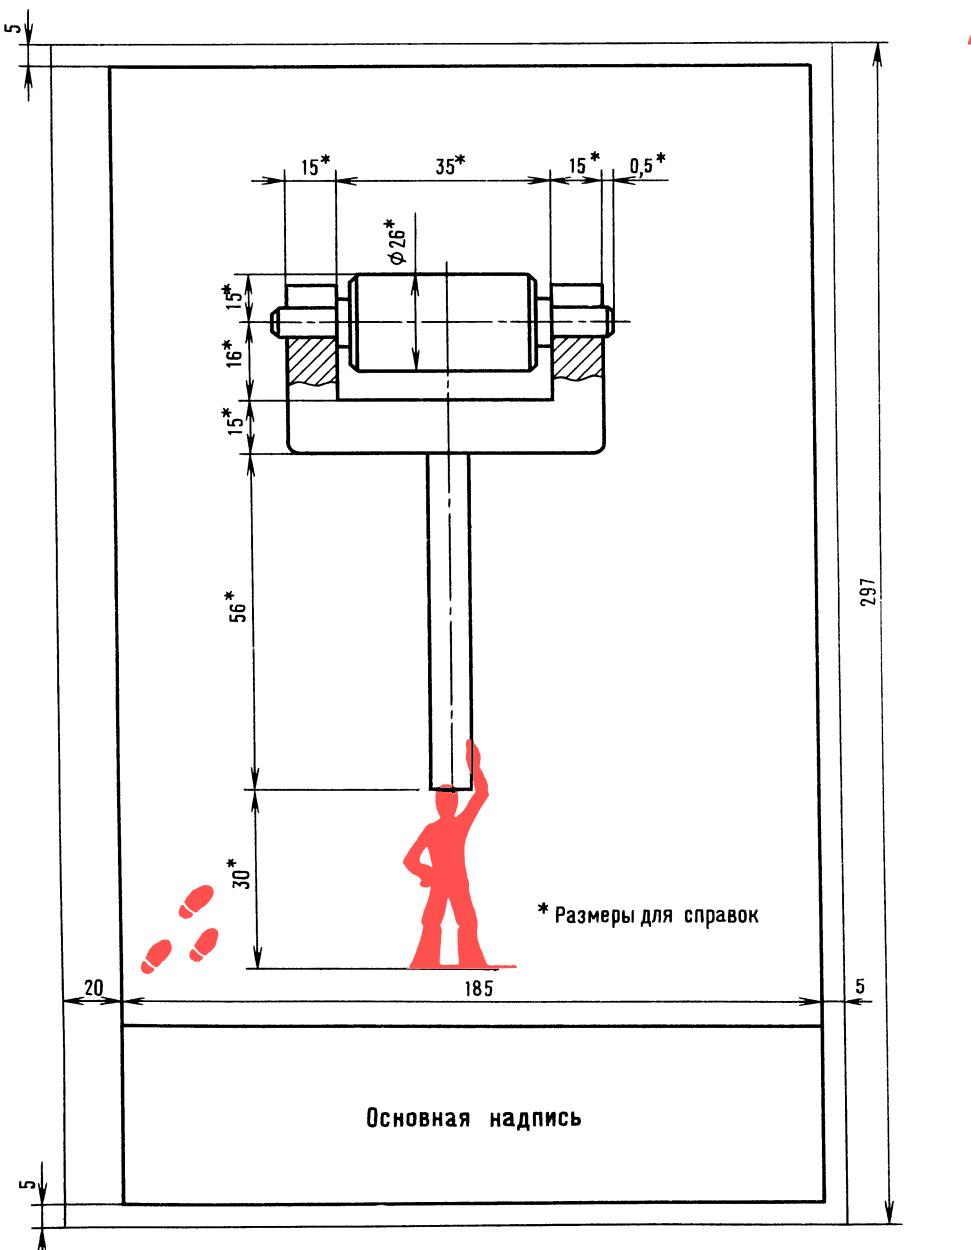

Рис. 34. Формат А4
Поля для всех форматов одинаковые — 20 и 5 (рис. 34).
Желательно, чтобы сборочные единицы содержали многократно просчитанные горизонтальные и вертикальные размерные цепочки, например, так, как это показано на рис. 34. Это позволит деталировщикам не подсчитывать и не снимать размеры с чертежа, а значит, исключаются дополнительные источники ошибок.
41. Определите, какой размер на чертеже лишний (см. рис. 34).
Если проставить размеры валика без учета конструкторской базы, а это в рассмотренном случае расстояние между проушинами кронштейна (см. рис. 34), то валик или не войдет, или будет располагаться с большим зазором.